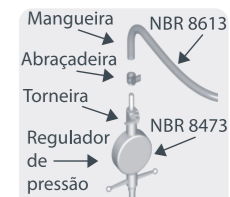

Fig. 4
2) Recomendamos a utilização de uma mangueira de PVC transparente com gravação NBR8613 e regulador de pressão ambos aprovados pelo INMETRO - Instituto Nacional de Metrologia, Normalização e Qualidade Industrial (Fig.4). **Atenção:** Fique atento para a validade da mangueira e do regulador de pressão.